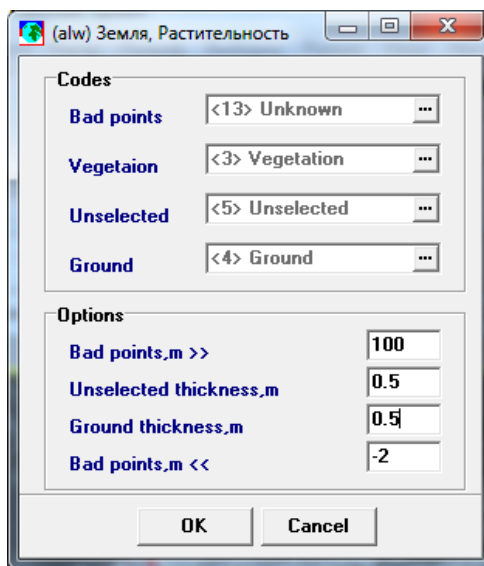

Рис. 9 Окно настройки параметров фильтрации ТЛС
- задать параметры фильтрации согласно **Рис. 9**: